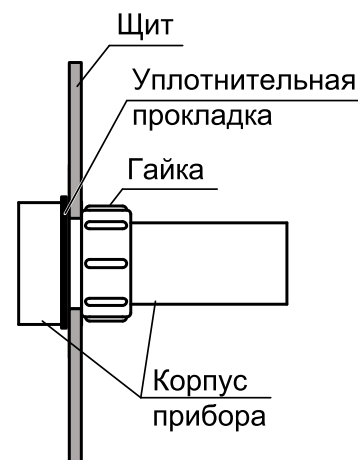

Рисунок 4.1 – Монтаж прибора
2. Надеть на тыльную сторону передней панели прибора уплотнительную прокладку из комплекта поставки, см. рисунок 4.1.